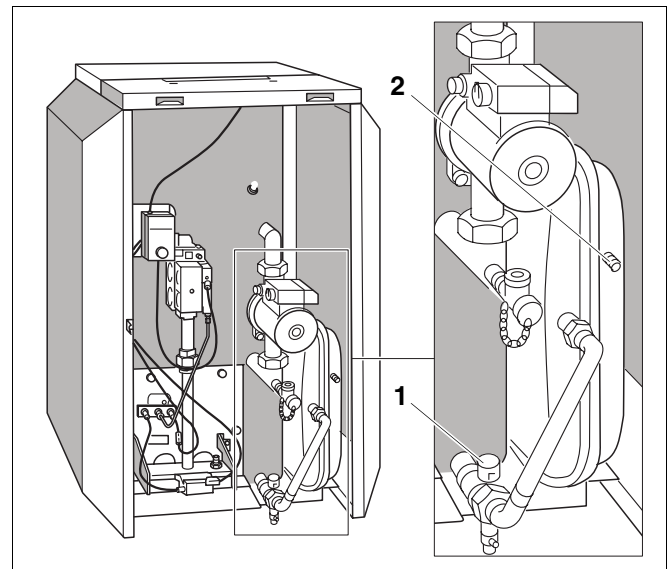

Abb. 30 Logano G124 V: Druckausdehnungsgefäß ab Kesselgröße 20 - 4 auf der Kesselrückwand
- Rote Kappe entfernen und Sperrventil schließen (Abb. 30, **Pos. 1**).
- Verschlusskappe von der Messstelle (Abb. 30, **Pos. 2**) entfernen und Druck korrigieren.